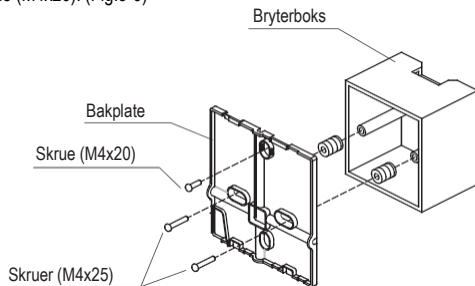

Fig 3-6
- For innebygd montering fester du bakplaten til bryterboksen med 2 skruer (M4x25) og fester den til veggen med 1 skruer (M4x20). (Fig.3-6)